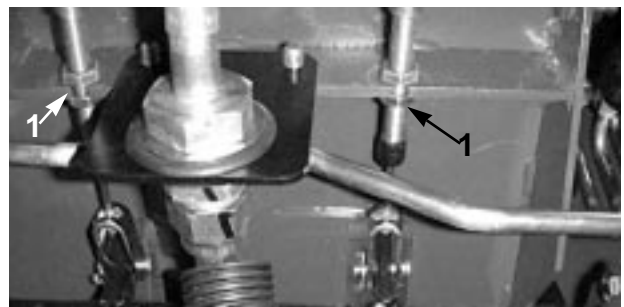

図 50
- A. ブレーキ・ケーブル(図50)の端にある前ナットをゆるめる。